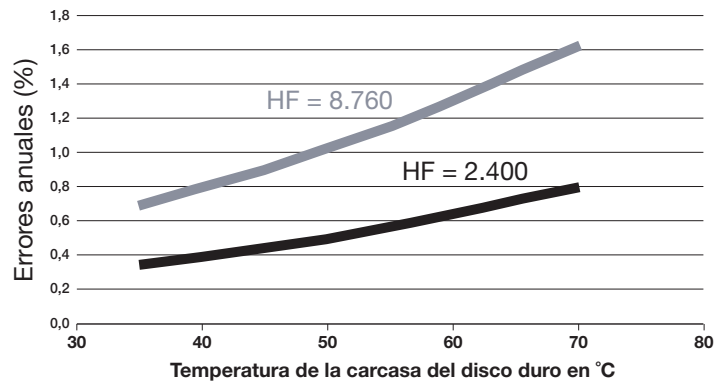

Figura 1. Porcentaje de errores anuales frente a Temperatura de la carcasa del disco duro
Como ejemplo específico, el gráfico de la figura 1 muestra el porcentaje de errores anuales previsto para la unidad de disco duro de la serie SV35 de Seagate como una función de la temperatura de la carcasa y las horas de funcionamiento (HF).